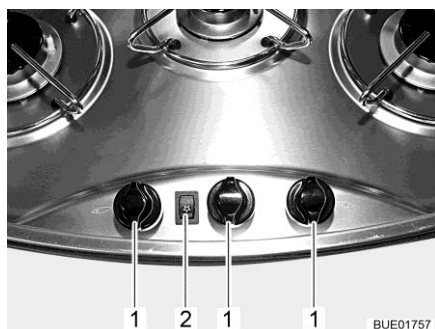

Bild 128 Reglage, knappar för gasspis
- Tryck på vridregulatorn (Bild 128,1) av plattan som önskas och vrid den till tändposition (stor flamma).
- Tryck på vippkontakten (Bild 128,2). Nu bildas tändgnistor vid brännaren.